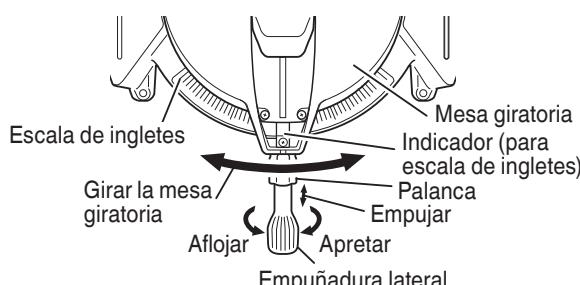

Fig. 17
- Afloje la empuñadura lateral y empuje la palanca para los topes de ángulo. Luego, ajuste la mesa giratoria hasta que el indicador se alinee con el ajuste deseado de la escala de ángulos de inglete (Fig. 17).